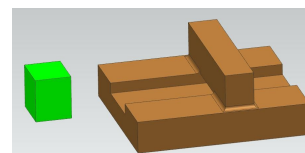

рис.50
•В качестве примера можете повторить и проанализировать готовый учебный пример *Prim_Prepystvie_Vect* (рис.50). Там в зеленый кубик перемещается именно под действием *векторной силы*!
- Чтобы почувствовать разницу в использовании этих сил, повторите пример (рис.50). Только теперь в этом примере (*Prim_Prepystvie_Vect*) используйте скалярную силу. При этом задайте **отрицательное** значение этой скалярной силы (-3 ньютона). Отрицательное значение силы заставляет точки приложения не удаляться друг от друга, а наоборот, - приближаться друг к другу (то есть вы с помощью данной силы не отталкиваете предметы, а, наоборот, притягиваете их). Из-за конечной массы тело не может остановиться строго в точке минимального (максимального) удаления. Поэтому, как